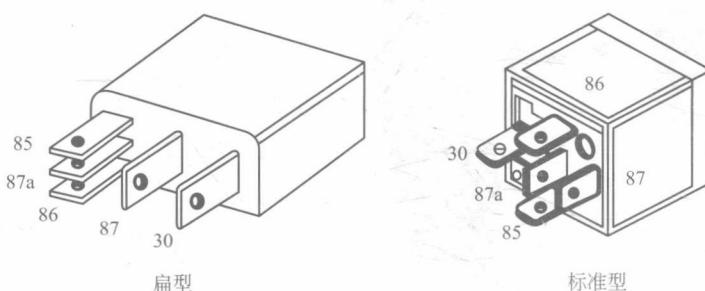

图 1-9 继电器的外形
(2) 继电器的标识
① 产品规格 在汽车继电器上一般标 DC12V 或 DC24V 等，代表继电器的额定工作电压，即加在线圈两端的电压分别为直流 12V 或 24V。
② 负载能力 继电器触点通过负载的能力一般用电流的大小表示，如“NO 40A”或“NC/NO 40/30A”。其中，NO 表示触点常开 (normal open)，NC 表示触点常闭 (normal close)，40A 或 30A 表示触点端可以带的负载额定电流，一般指阻性负载，感性负载则根据冲击电流倍数相应减少。
③ 接线端子 如图 1-9 所示，30 代表可动端，87 代表常开端，87a 代表常闭端，85、86 代表线圈端。也有用 1~5 表示，1、2 代表线圈端，3 代表可动端，4 代表常闭端，5 代表常开端。